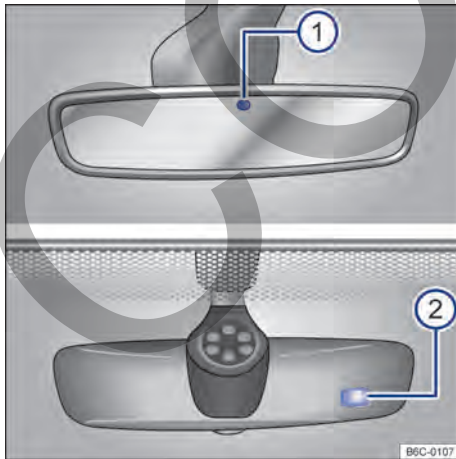

Fig. 76 En el parabrisas: espejo retrovisor interior antideslumbrante automático.
Con el encendido conectado, los sensores miden la incidencia de la luz atrás → **fig. 76** ① y adelante ②.